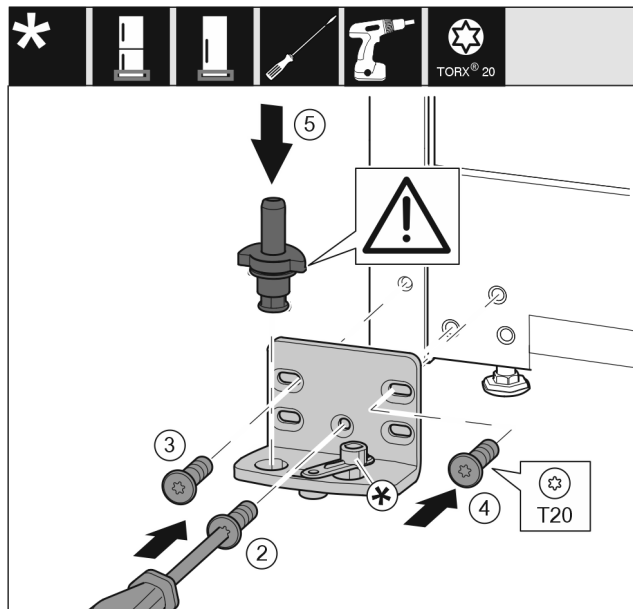

Fig. 22 *
- Vendosni bazamentin mbështetës në anën tjetër dhe mbërthejeni me ndihmën e një kaçavide. Filloni me vidën Fig. 22 (2) poshtë në mes.*
- Mbërtheni fort vidën Fig. 22 (3) dhe vidën Fig. 22 (4).*
- Vendosni komplet në vend bulonin e rrotullimit Fig. 22 (5). Këtu bëni kujdes që gunga ndaluese të jetë e kthyer nga poshtë.*
- Vendosni bazamentin mbështetës në anën tjetër dhe mbërthejeni me ndihmën e një kaçavide. Filloni me vidën (2) poshtë në mes.*
- Mbërtheni fort vidën (3) dhe vidën (4).*
- Vendosni komplet në vend bulonin e rrotullimit (5). Këtu bëni kujdes që gunga ndaluese të jetë e kthyer nga poshtë.*